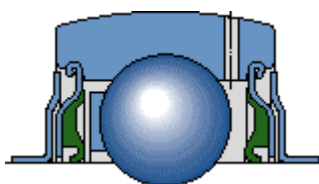

Figura 3.12 - montaggio centrifugatori
- Lo YET è caratterizzato da un anello interno sporgente da una parte sola (quella dove sarà predisposto il collare), e dall'applicazione sul cuscinetto di due tenute laterali come guarnizione (Figura 3.12).